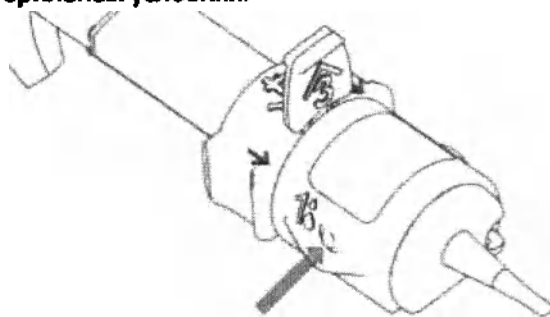

Рис. 1
3. Полностью введите канюлю (23G) шприца, заполненного вязкоэластиком, в маленькое отверстие, обозначенное «1» (рис. 1), поддерживая небольшое давление на кончике канюли. Введите дисперсионный вязкоэластик (предпочтительно ГПМЦ) через отверстие. Впрыскиваемое количество вязкой жидкости становится достаточным, как только два потока (капли) вязкоэластика встречаются на верхней части линзы (сливаются).